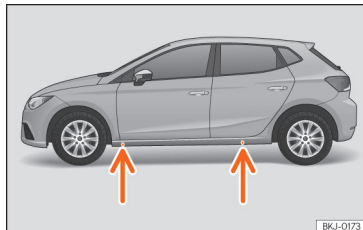

Fig. 192 Pontos de apoio do macaco.
- Procure na longarina a marca do ponto de apoio do macaco (zona afundada) mais próximo da roda a substituir »» Fig. 192.